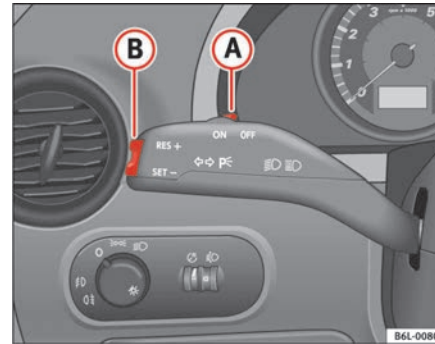

Abb. 108 Blinker- und Fernlichthebel: Schalter und Wippe für die Geschwindigkeitsregelanlage
- Drücken Sie den oberen Teil der Wippe **RES** ⇒ Abb. 108 **(B)**, um die Geschwindigkeit zu erhöhen. Solange Sie die Wippe gedrückt halten, beschleunigt das Fahrzeug. Sobald Sie die Wippe loslassen, wird die neue Geschwindigkeit gespeichert.
Wenn Sie die gespeicherte Geschwindigkeit durch Treten des Bremspedal verringern, ist die Regelung der gespeicherten Geschwindigkeit ausgeschaltet. Sie können durch einmaliges Drücken des oberen Teils der Wippe **RES+** ⇒ Seite 150, Abb. 108 **B** die Regelung wieder aufnehmen.